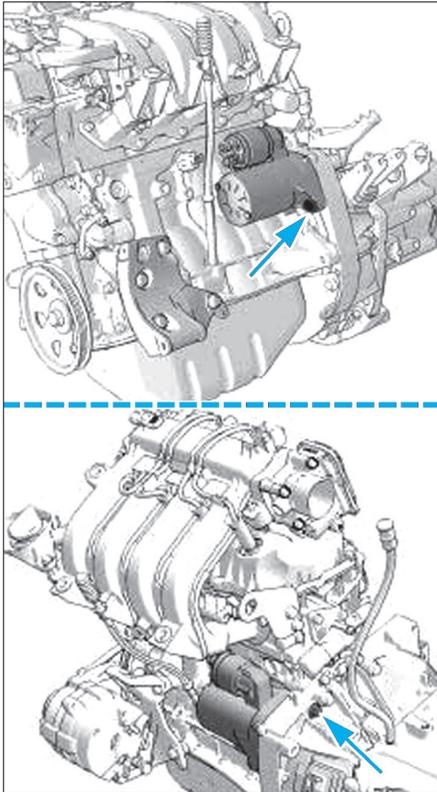

Fig. 4
- Déposer les deux vis de fixation du démarreur (Fig.4).